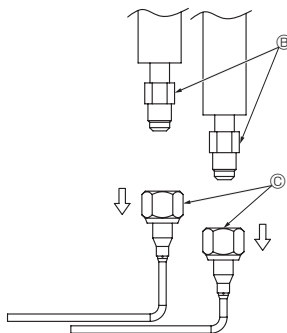

Fig. 3-12
- (5) Desserrer l'écrou du côté des tuyaux en forme de L à l'aide de deux clés, puis déposer les tuyaux Ⓒ et les mettre au rebut. (Tuyau d'eau entrant et tuyau d'eau sortant) (Fig. 3-12)